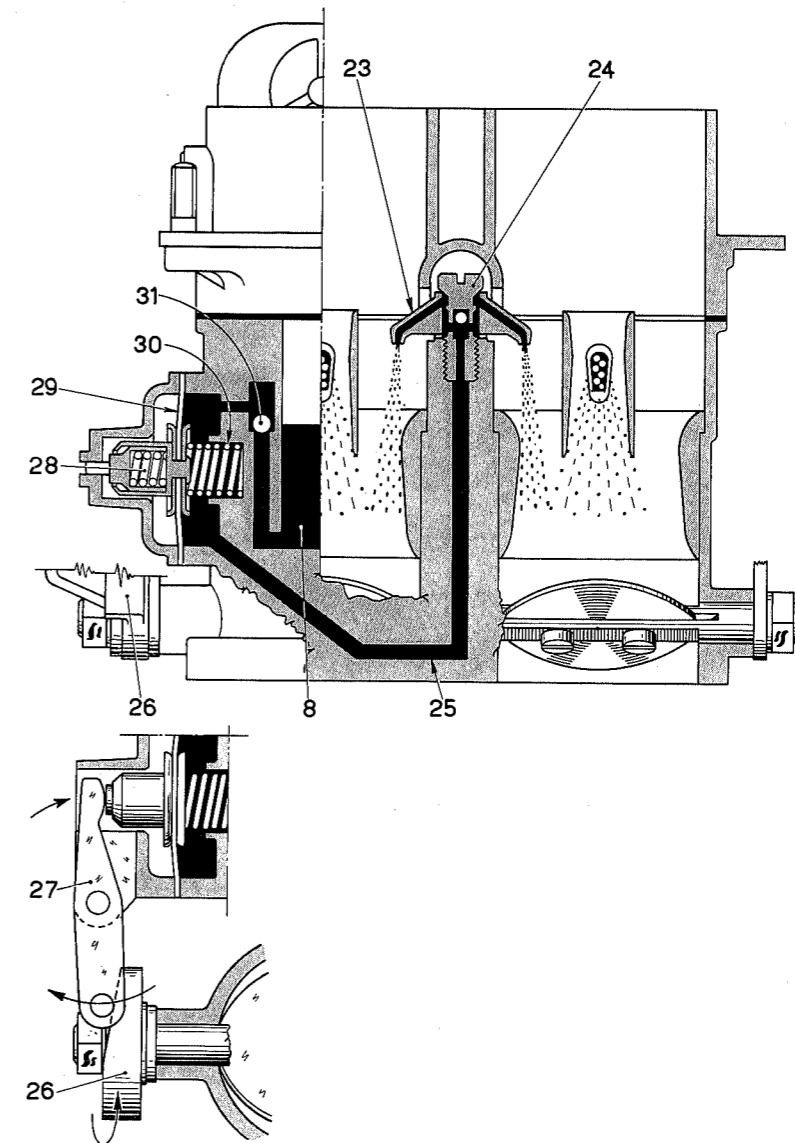

FIG. 3
**ACCELERAZIONE - Fig. 3**
**ACCELERATION - Fig. 3**